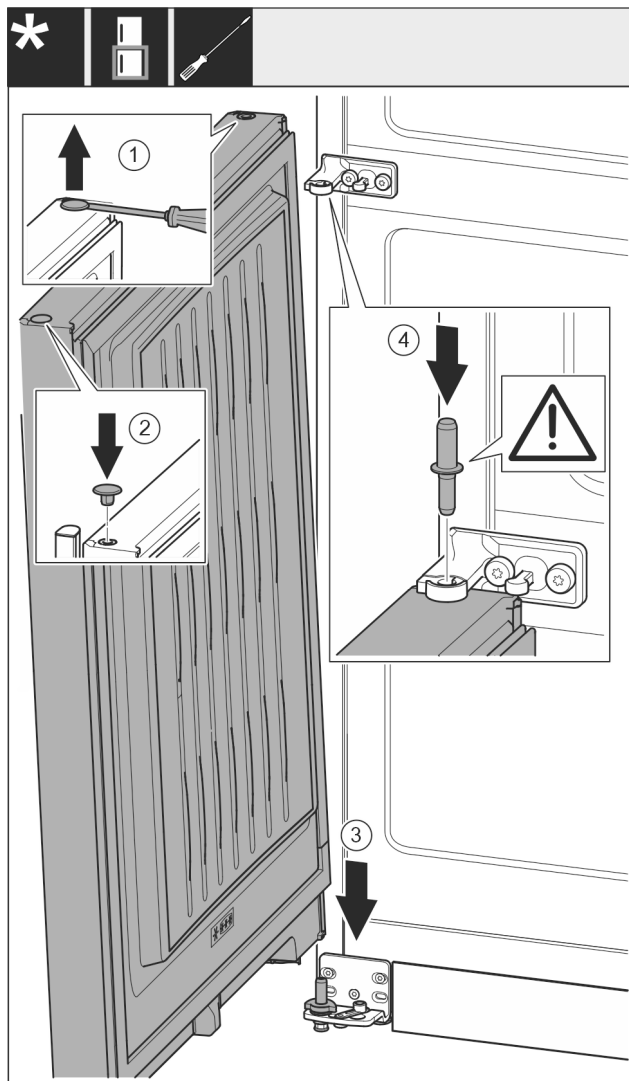

Fig. 29
- ▶ Ridicați cu precauție dopul cu o șurubelniță plată și extrageți-l. Fig. 29 (1)
- ▶ Introduceți dopul pe partea opusă a ușii. Fig. 29 (2)
- ▶ Așezați ușa de sus pe bolțul inferior de lagăr. Fig. 29 (3)
- ▶ Introduceți bolțul central de lagăr prin mijlocul suportului de lagăr în ușa inferioară. Aveți grijă aici ca respectiva camă de cuplare să fie îndreptată către înapoi. Fig. 29 (4)